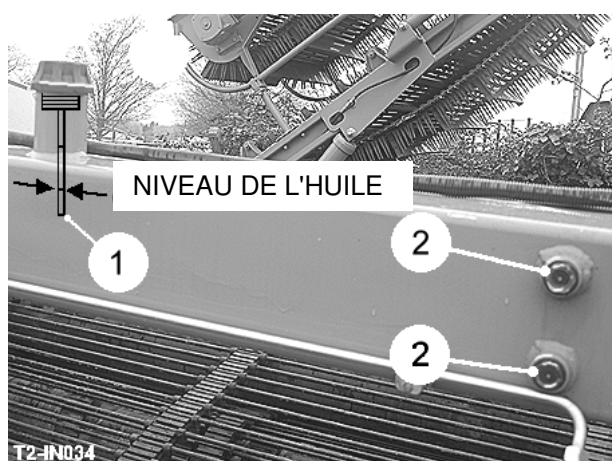

Fig 35
L'huile hydraulique devrait être dirigée avec soin. Le niveau de l'huile froid devrait être gardé à la marque inférieure sur la jauge (item 1, fig 35) avec la jauge vissée dans complètement. Sur premières machines le niveau devrait être gardé entre les lunettes de la vue (item 2, fig 35). Maintenez le niveau en surmontant au-dessus ou remplissant avec Esso Nuto 46 Huile Hydraulique. Le réservoir tient approximativement 410 litres. Devez un haut contenu de l'eau devient apparent ou un aspect nuageux dans l'huile, l'huile hydraulique devrait être changée.